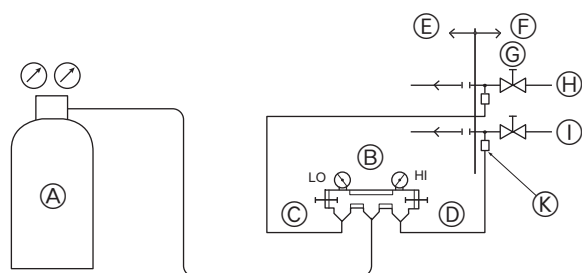

Fig. 5-11
① Teste de vedação ao ar (Fig. 5-11)